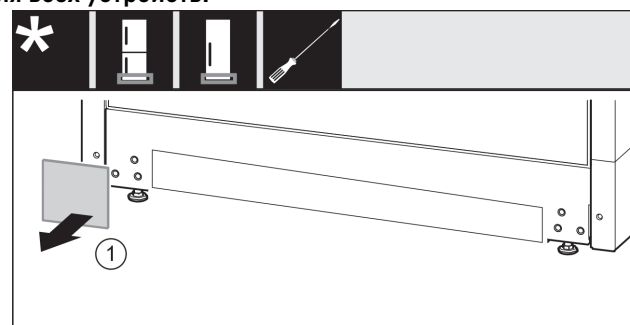

Fig. 20
- ▶ Снимите крышку Fig. 20 (1).